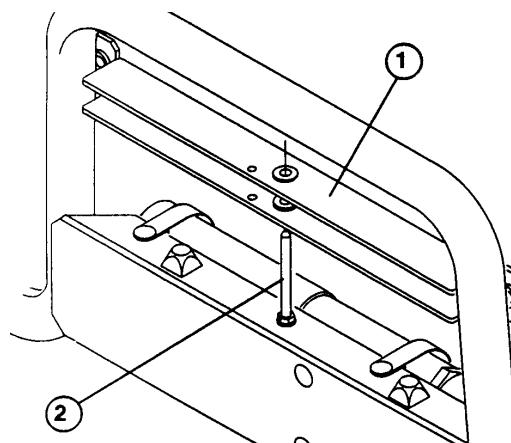

Fig. 10
- Rimuovere il supporto del pianale dal prigioniero di rimessaggio, sopra il profilato di supporto dello schienale del Workman (Fig. 10).